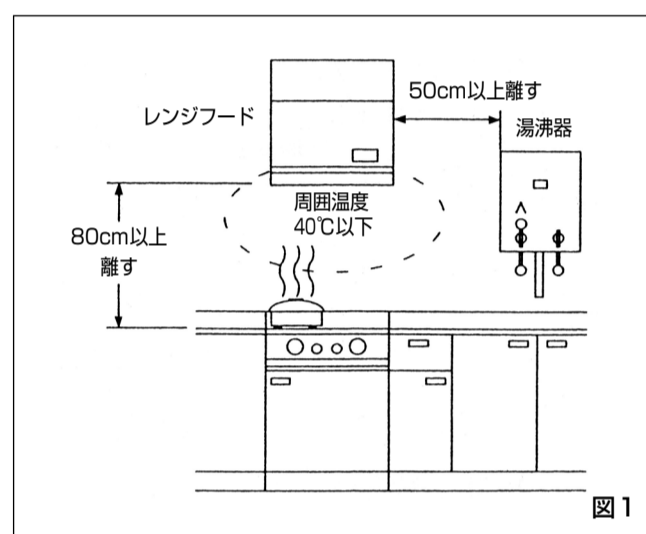

図1
製品はレンジの真上に取付け、取付高さはレンジより80以上cmの高さに取付けます。高すぎると排気効果が低下し、低すぎると台所での仕事のさまたげになったり、高熱による故障の原因になります。（図1）
- ガス湯沸器の上部は高温になるので、湯沸器の真上には取付けしないでください。（図1）